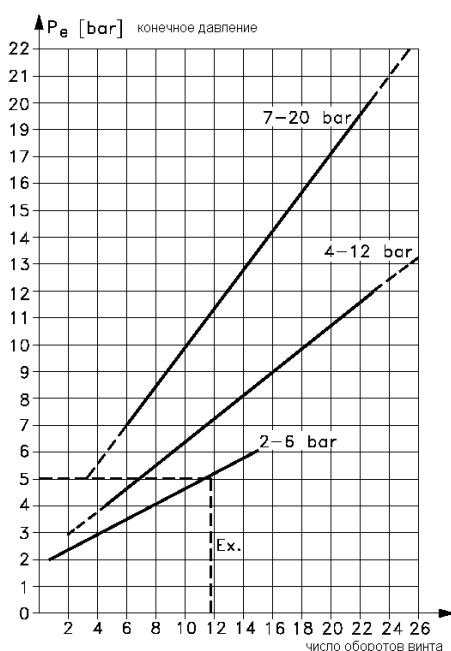

Рис. 2
1. поверните винт установки конечного давления в сторону увеличения (по часовой стрелке) необходимое количество раз (определяется по номограмме рис. 2);
2. по номограмме (рис. 2) определяем необходимое количество поворотов установочного винта дифференциала – оно будет равно 4,5. Чтобы определить это значение необходимо провести на номограмме прямую линию от значения конечного давления 5 бар к значению дифференциала 1,5 бара